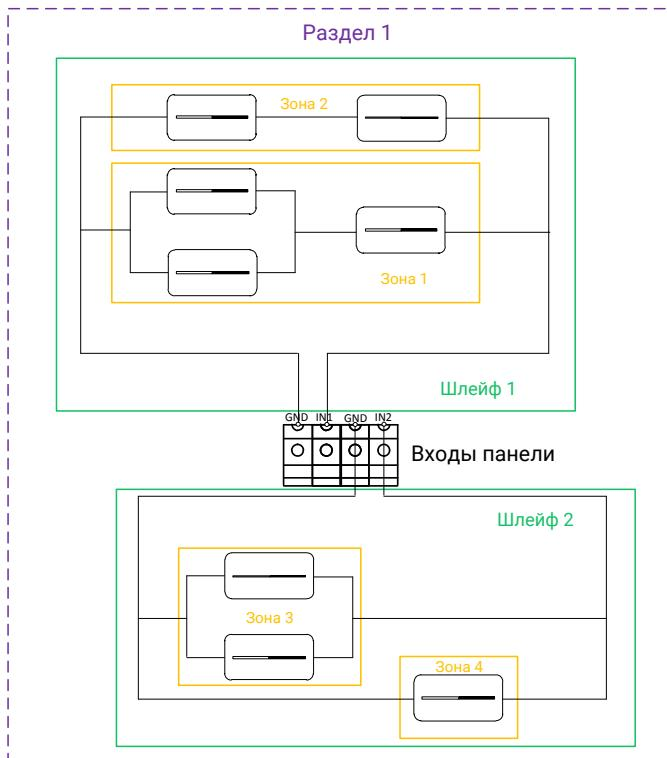

Рисунок 6. Пример формирования зон, шлейфов и разделов
- **Шлейф** - линия связи (провод), при помошь которой датчики подключаются к охранной панели. Шлейф может содержать одну и более зон (см. рис. 6).